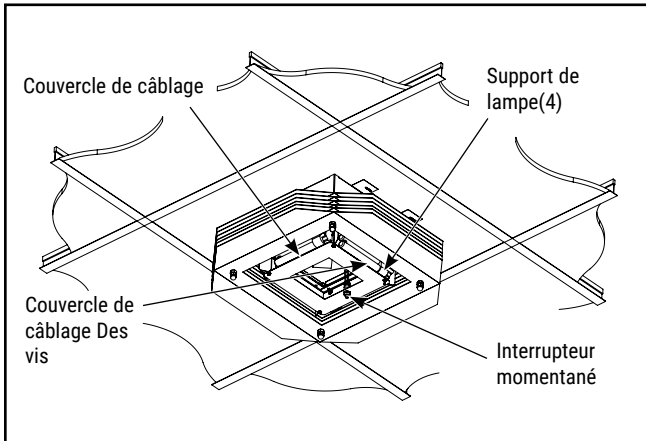

Figure 5.
- Retirez la plaque inférieure et mettez-la de côté. Cela révélera l'accès à la lampe compartiment. Remarquez quatre lampes PL-supports attachés à des réflecteurs spéculaires. (Voir la Figure 5)
- Poussez les quatre lampes Philips 9W TUV dans le douilles («clic») avec des gants. (Voir la Figure 5)